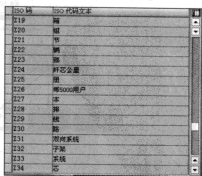

图 7-8 ISO 码修改界面
STEP 2 单击“ISO 码”按钮，进入 ISO 码修改界面，如图 7-8 所示。